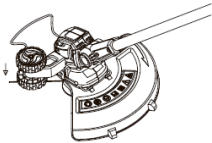
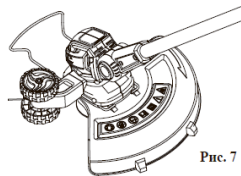

Рис. 6
Рис. 7
У режимі кромкування кромкувальне колесо (G) повинно бути встановлене на тримері. Вставте кромкувальне колесо в чорний отвір на корпусі двигуна (F) (див. рис.6). Переконайтеся, що кромкувальне колесо надійно з'єднане з отвором. Натисніть на протектор (H), щоб він не висувався (див. рис.7).